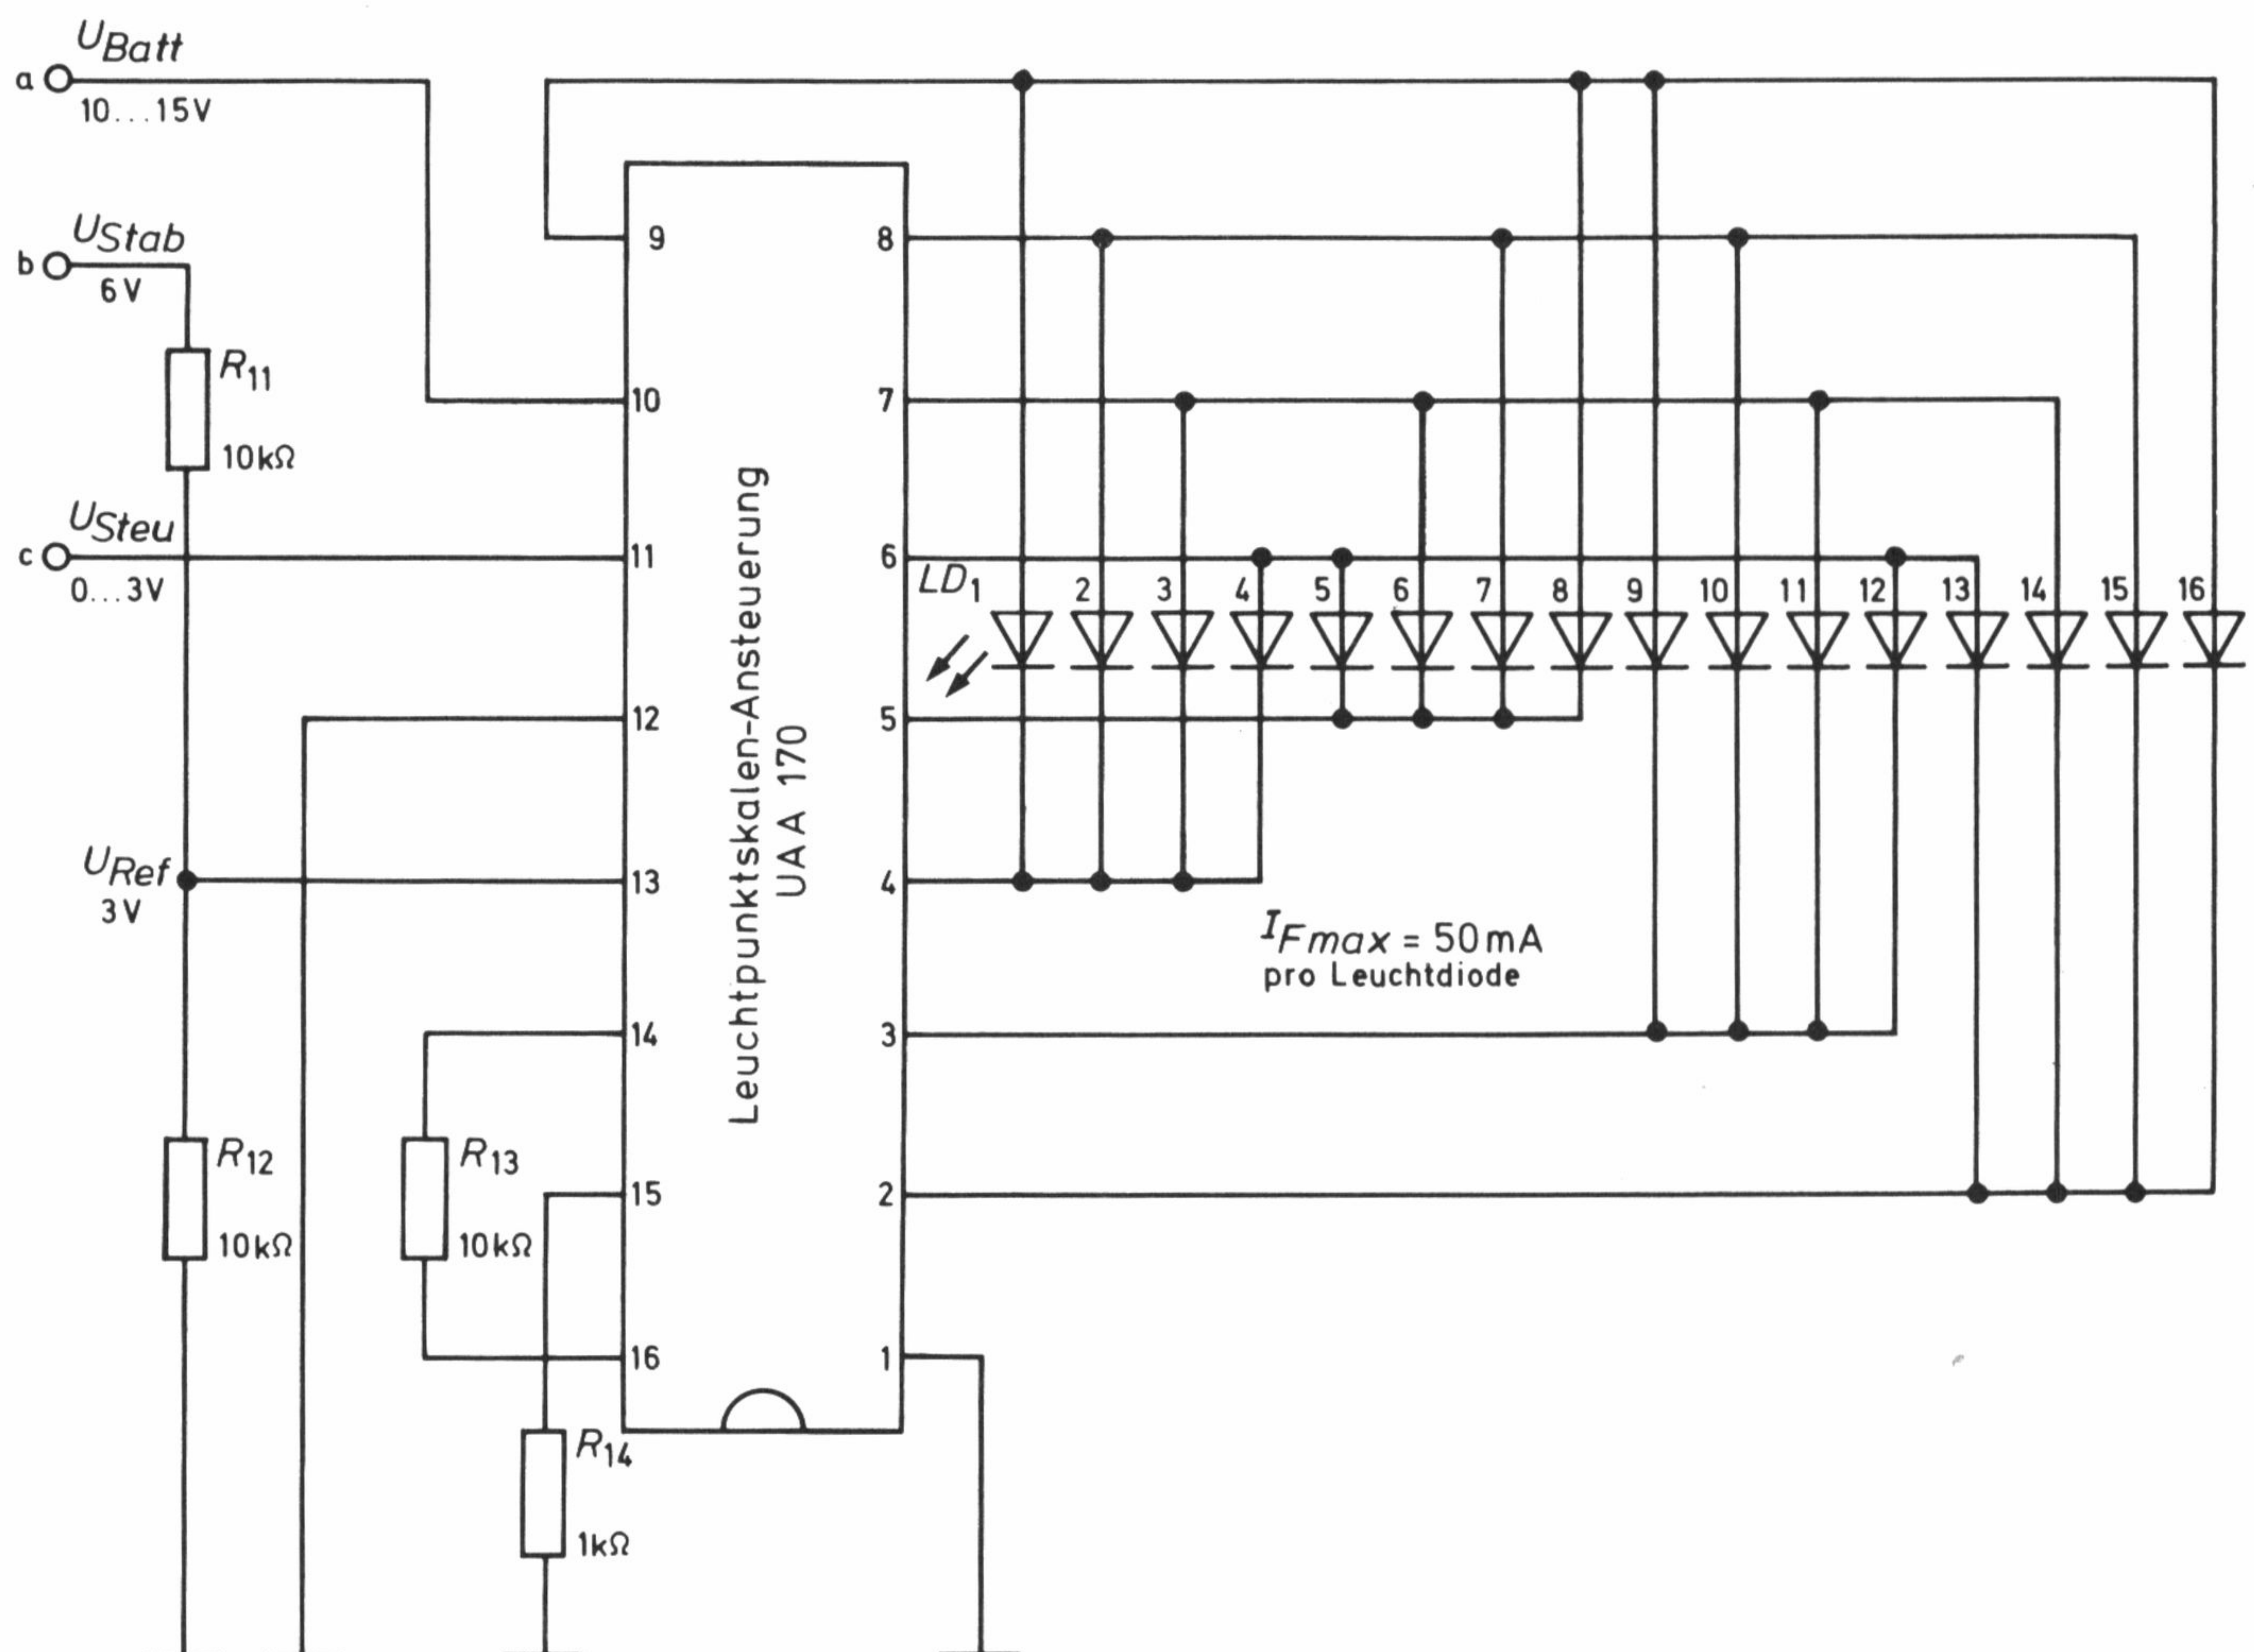

Bild 12.23: Leuchtpunktskalen-Ansteuerungsschaltung.
Bild 12.23 zeigt die Schaltung zur Ansteuerung einer aus 16 Leuchtdioden bestehenden Leuchtpunktskala. Kernstück der Anzeigestufe ist die integrierte Schaltung UAA 170, die sich in einem Dual-in-Line-Gehäuse mit 16 Anschlüssen befindet. Mit der im Bild gezeigten Schaltungsverknüpfung ist es möglich, 16 Leuchtdioden einzeln nacheinander aufleuchten zu lassen, obwohl nur 8 Anschlüsse (Pin 2 bis 9) für die Diodenbeschaltung zur Verfügung stehen. Die folgerichtige Dioden-ansteuerung in Abhängigkeit von der Größe der Steuerspannung wird durch eine entsprechende Innenschaltung der IS gewährleistet.
Die Steuerspannung wird zwischen Anschluß 11 und Masse (1) angelegt. Sie darf bis 6 V betragen. Auch für die Referenzspannung, die zwischen Anschluß 13 und Masse (1) liegen muß, gilt der Grenzwert 6 V. Im Bemessungsbeispiel nach Bild 12.23 wird die Referenzspannung durch den Spannungsteiler  $R_{11}$ ,  $R_{12}$  von einer stabilisierten Spannung von 6 V auf 3 V reduziert. Die Höhe der Referenzspannung bestimmt den oberen Grenzwert des Steuerspannungsbereichs. Im Beispiel liegt also der Bereich der Steuerspannung zwischen 0 V und 3 V. Bei einer Steuerspannung von 0 V leuchtet die erste Leuchtdiode, bei einer Steuerspannung von 3 V die letzte Leuchtdiode der Leuchtpunktskala auf.